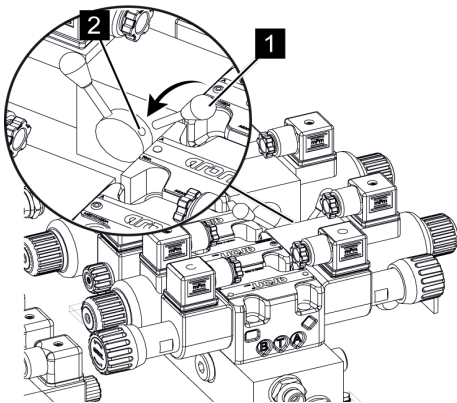

Fig. 85: Visser le levier de secours
7. ➔ Visser le levier de secours (Voir la Fig. 85/1) dans la vanne « Appuis et plateforme » (Voir la Fig. 85/2), de manière à la verrouiller sur les fonctions d'appui et de la plateforme.